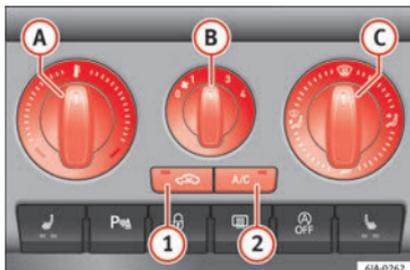

Fig. 170 Ar condicionado: elementos de utilização.
O sistema de refrigeração funciona apenas se estiver pressionado o botão **A/C** **2** »» Fig. 170 »» Página 155 e estiverem reunidas as seguintes condições:
- A temperatura aumenta quando se roda o botão **A** » **Fig. 170** para a direita.
- Ligue o ventilador rodando o botão **B** » **Fig. 170** das posições 1 a 4.
- Ao rodar o botão **C** » **Fig. 170** ajusta-se o acesso do ar aos respetivos difusores » **Página 153**.
- Pressione o botão **A/C** **2** » **Fig. 170** e a luz de controlo dentro do mesmo acende-se.
Se o comando rotativo **C** » **Fig. 170** estiver na posição de descongelação, a portinhola de recirculação estará sempre aberta (indicador luminoso apagado).
- Pressione o botão **1** » **Fig. 170**, o aviso do botão acende-se indicando que foi ativada a recirculação do ar interior do habitáculo.